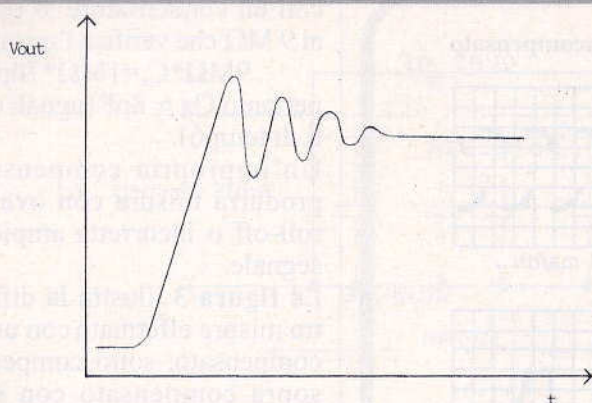

Figura 5 - Effetto dell'induttanza parassita del cavetto di massa sulla risposta al gradino
- **Induttanza del filo di massa** che forma un circuito LC con la capacità del probe, con 10 pF e 5 cm di filo, quantizzabile in 10 nH/cm , si ha una frequenza di risonanza pari a $F = 1/2\pi \sqrt{LC} \cong 225 \text{ MHz}$, quindi forme d'onda con tempi di salita inferiori a $1,5 \text{ ns}$ possono produrre "ringing" nella risposta del probe (figura 5).